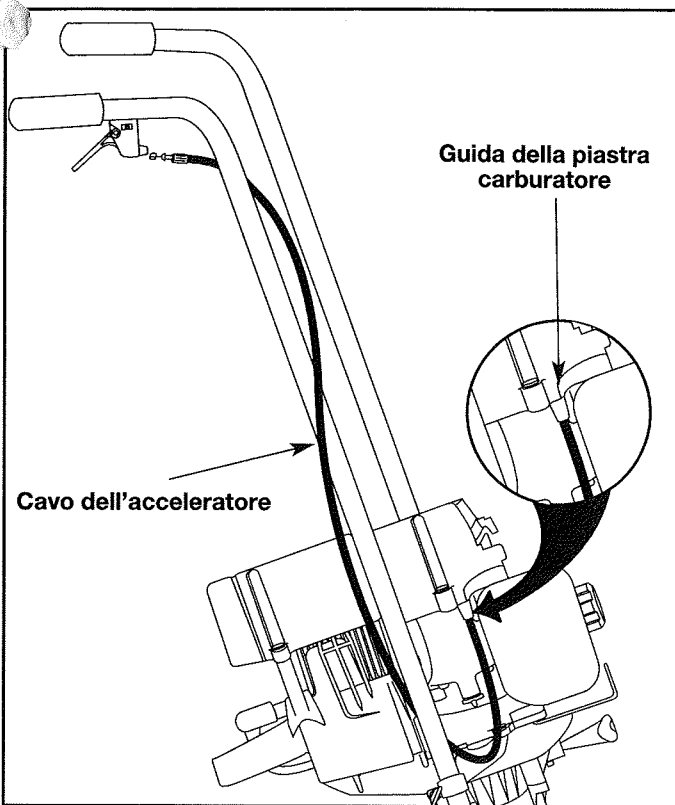

Fig. 8
1. Avvolgere il cavo dell'acceleratore attorno al manubrio con 1 giro (fig. 8).
**NOTA** Verificare che il cavo dell'acceleratore sia ben inserito nella guida sulla piastra del carburatore (sul motore). In caso contrario, l'acceleratore non funzionerà correttamente (fig. 8).